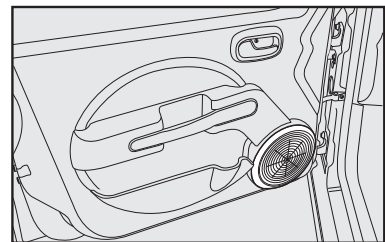

fig. 79
- dois alto-falantes full-range dianteiros de 6" com 20 W RMS de potência cada **fig. 79**;